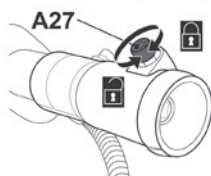

Fig. 2
- > Desaperte e retire o parafuso de retenção (A27) do cabo superior (A15) utilizando a chave Torx de 5 mm (E9) (Fig. 2). Mantenha-o à mão.